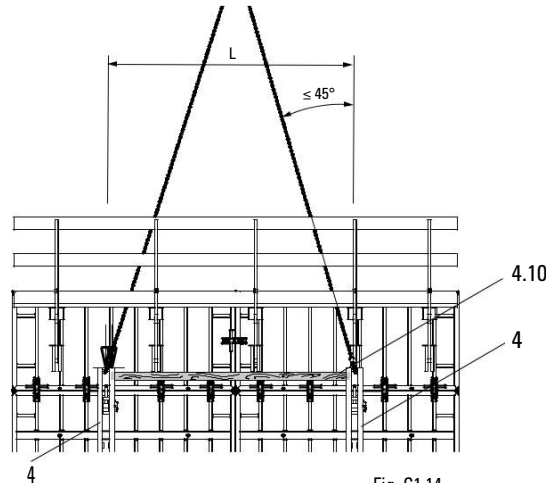

Fig. C1.14
За да се предотврати разместването на подвижните трегери по време на процеса на повдигане поради прена-сочване на силите, затегнете подходящо парче дървен материал (4.10) като притискаща скоба между горните краища на трегерите (4). (Fig. C1.14)